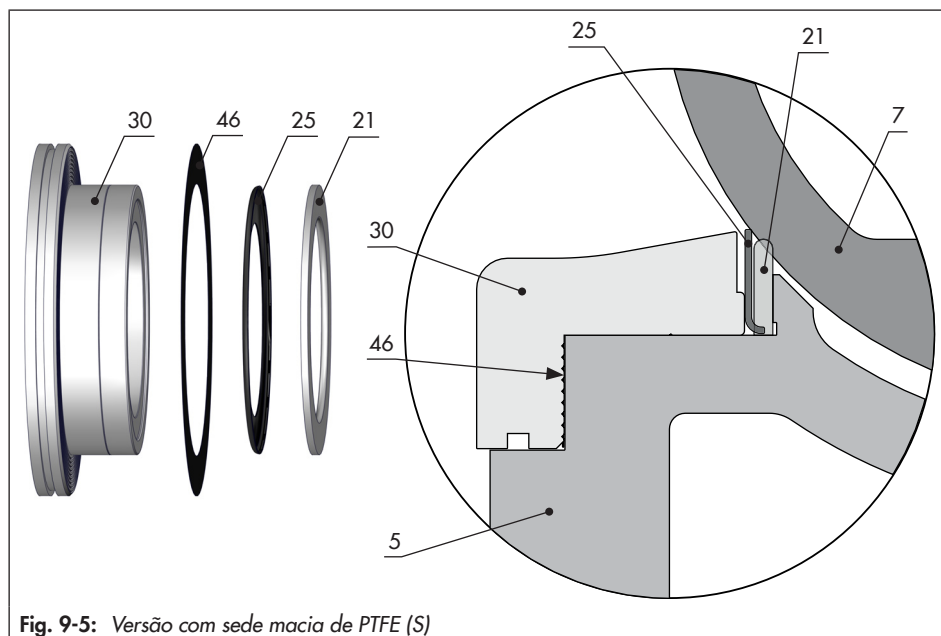

Fig. 9-5: Versão com sede macia de PTFE (S)
Consulte a Fig. 9-5
1. Retire o anel de suporte (25) e o anel da sede (21).
4. Insira uma sede nova (21) no corpo.
5. Insira o anel de suporte (25). Certifique-se de que está devidamente alinhado (consulte a Fig. 9-5).
6. Monte a vedação do retentor (46) no retentor (30).
7. Insira o retentor (30) com a respetiva vedação (46) no corpo da válvula e fixe-o utilizando os parafusos de retenção (70) e as anilhas (80). Respeite os binários de aperto.